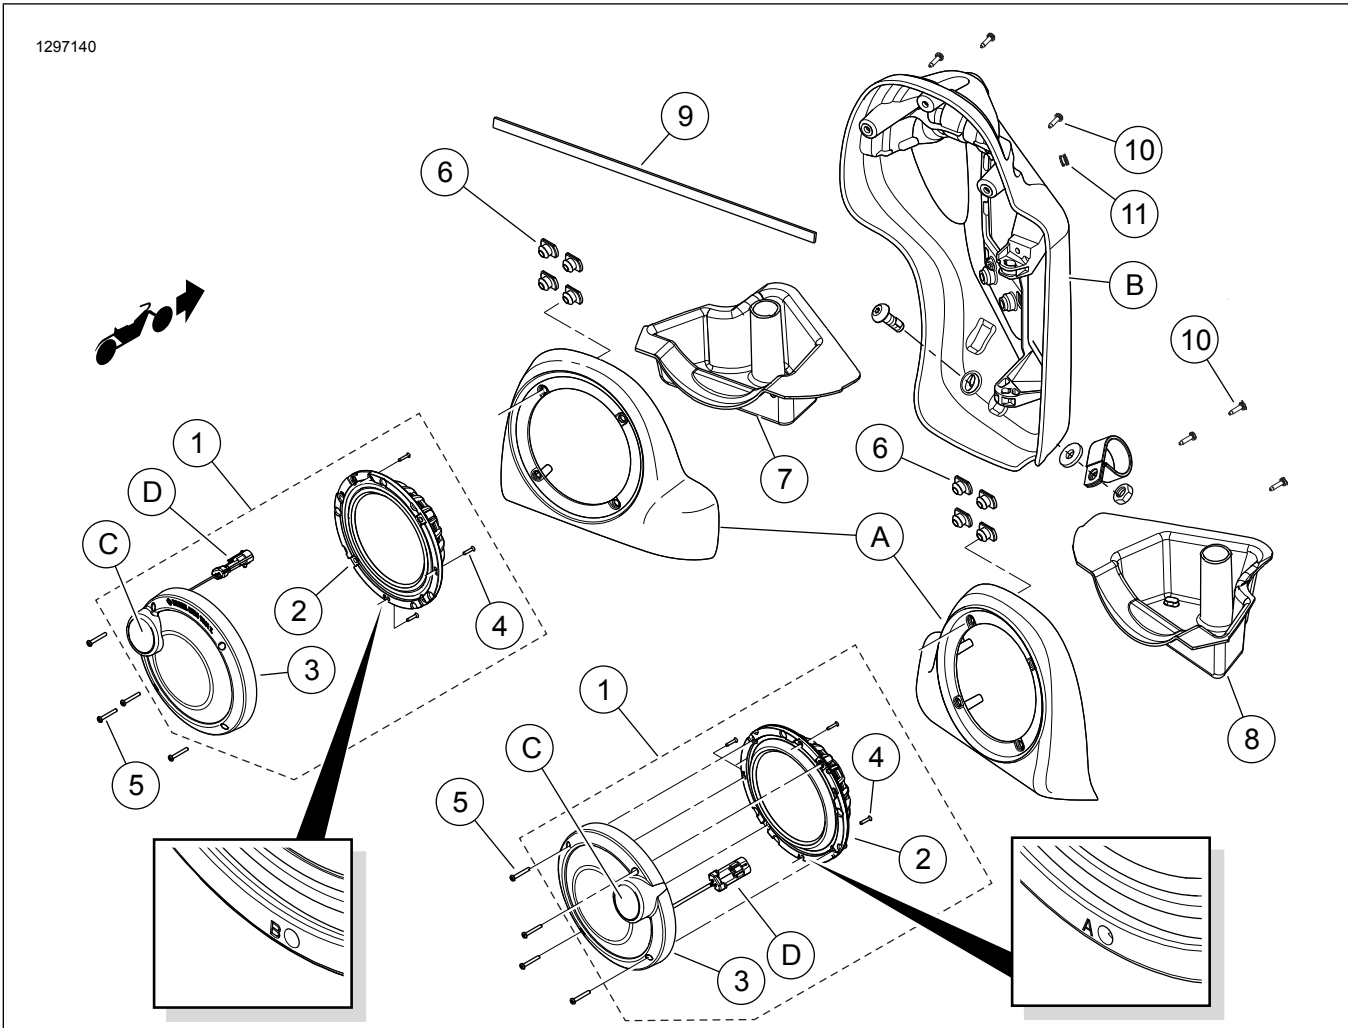

Figure 12. Pièces de rechange, kit de haut-parleurs de carénage inférieur Boom! Audio Stage II
Pour faciliter le montage, poser d'abord les vis (voir Figure 12, article 10) dans l'enceinte sans le plateau. Déposer les vis.
18. Voir Figure 12 . Séparer le passe-câble (11). Installer l'œillet autour de la branche de faisceau. L'installer dans le trou percé du carénage.
22. Voir Figure 12 . Attacher les connecteurs de fil de haut-parleur à l'intérieur de l'enceinte de haut-parleur aux bornes embrochables à l'arrière du **nouveau** haut-parleur de graves. Les contacts embrochables de différentes tailles permettent d'éviter tout branchement incorrect.
23. Raccorder le connecteur audio à deux fiches du faisceau d'amplificateur au connecteur du médian et du Tweeter (D).
24. Tourner l'ensemble de haut-parleur (1) de façon que le haut-parleur d'aigus (C) soit à 45 degrés du sommet, vers l'extérieur.
25. Installer l'ensemble de haut-parleur sur l'enceinte de haut-parleur avec les quatre vis (5) du kit.